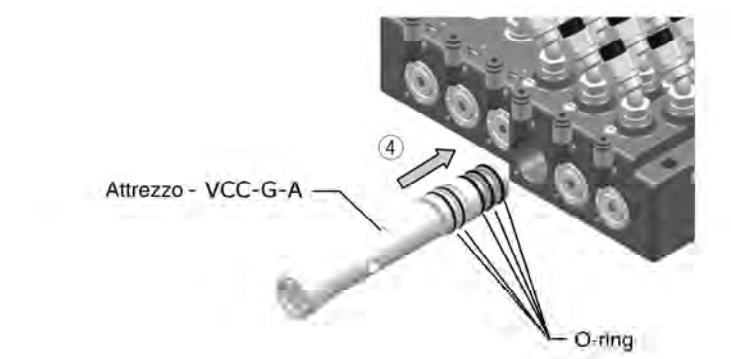
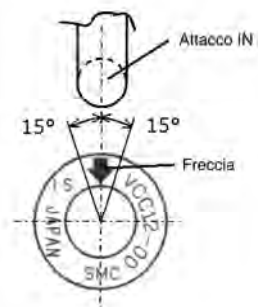

Figura 6
Figura 8
- Inserire lentamente la valvola ④ nel manifold, vedi Figura 6, e assicurarsi che la freccia presente sulla valvola si trovi entro 15° dell'attacco IN (vedi Figura 8).